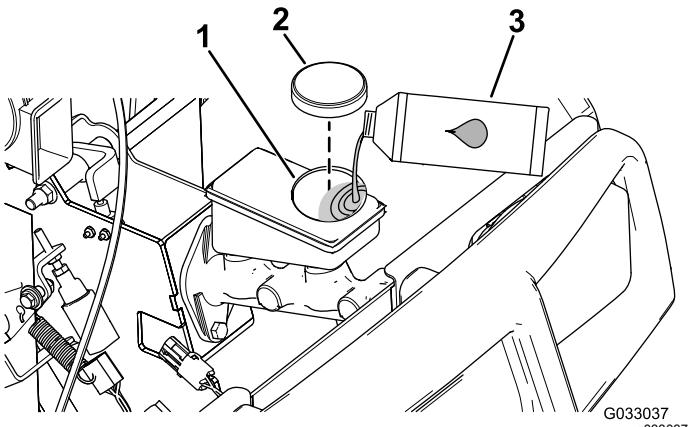

Figure 67
4. Soulevez le capot pour accéder au maître-cylindre de frein et au réservoir (Figure 67).
- A. Nettoyez la surface autour du bouchon du réservoir et enlevez le bouchon (Figure 67).
- C. Remettez le bouchon du réservoir (Figure 67).